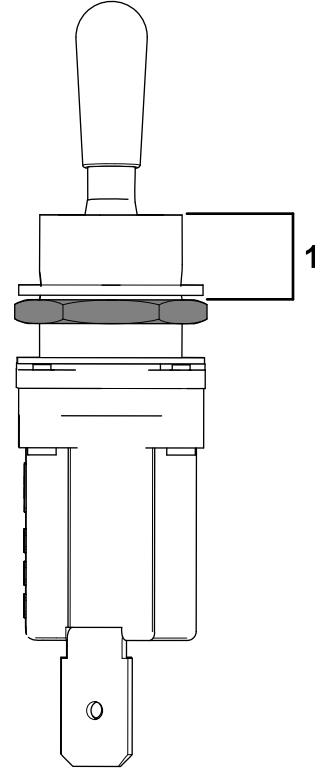

Figura 8
7. A partir da parte superior das roscas no interruptor do comutador, regule a profundidade da parte inferior da porca hexagonal para 7,9 mm, como se mostra na Figura 8.